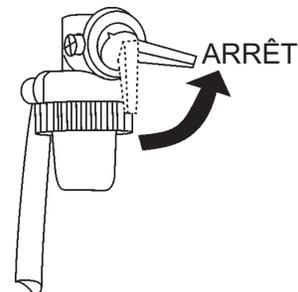

Figure 19. Culbuteur de carburant du moteur (ARRÊT)
- Placer le culbuteur de carburant du moteur (Figure 19) en position **ARRÊT**.